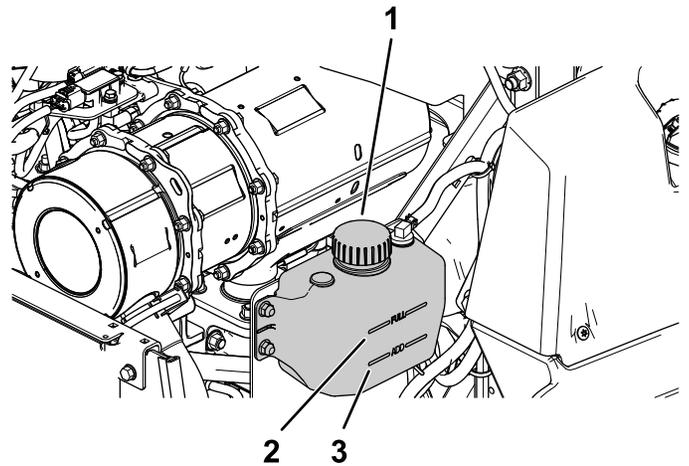

図 52
4. 液量の点検は補助タンクで行う (図 52)。
5. 冷却液のレベルが低い場合は、拡張タンクのキャップを取り外し、指定された冷却液を追加する (図 52)。